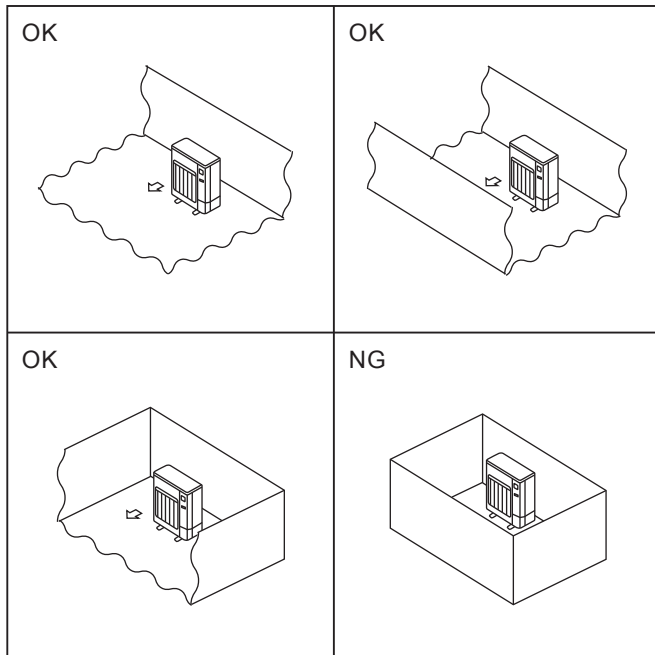

Fig. 2-1
- Ⓞ Installare unità esterne in un luogo con almeno un lato aperto su quattro e in uno spazio di grandezza sufficiente e privo di depressioni. (Fig. 2-1)